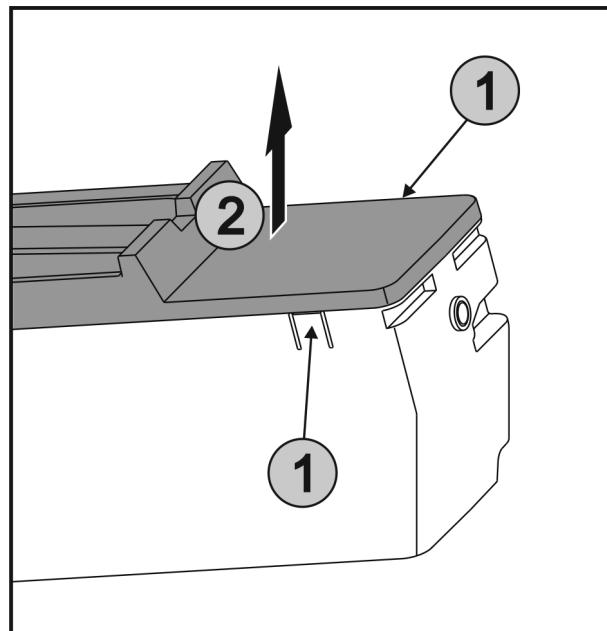

Fig. 51
- Istočasno pritisnite spone Fig. 51 (1) na obeh straneh EasyTwist-Ice in dvignite pokrov Fig. 51 (2) v smeri navzgor.